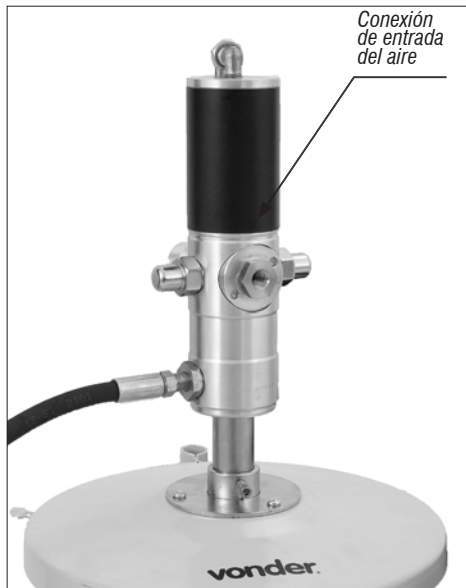

Fig. 6 – Línea de aire
- Con la red de aire apagada, conecte la manguera de aire comprimido en la conexión de entrada de aire de la bomba (Fig. 6);